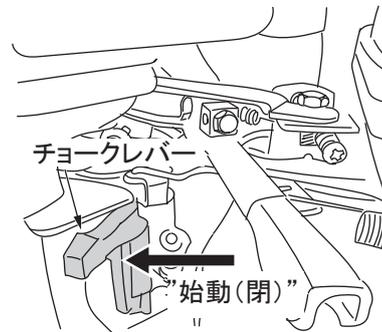

図 22
2. エンジンが冷えている時や始動しにくい場合はのチョークレバーを閉じてください。必要以上にチョークレバーを全閉のままにしておきますと燃料の吸い込み過ぎとなります。(図22)